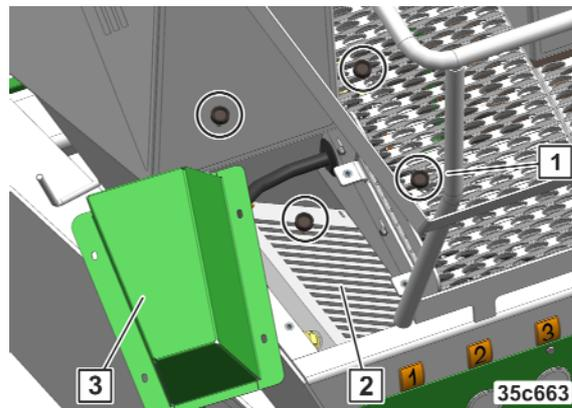

Рис. 314
2. Очистите впускную защитную решетку вентилятора (Рис. 314/3).
3. Ослабьте и снимите все гайки с накаткой (Рис. 314/1).
5. Очистите теплообменник (Рис. 314/2).